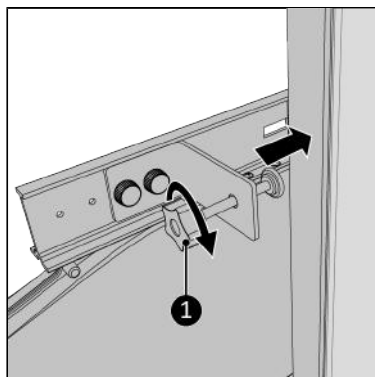

Figure 178.
16. Serrez soigneusement la vis de fixation sur le cadre de la fenêtre (Figure 178, pos. 1).